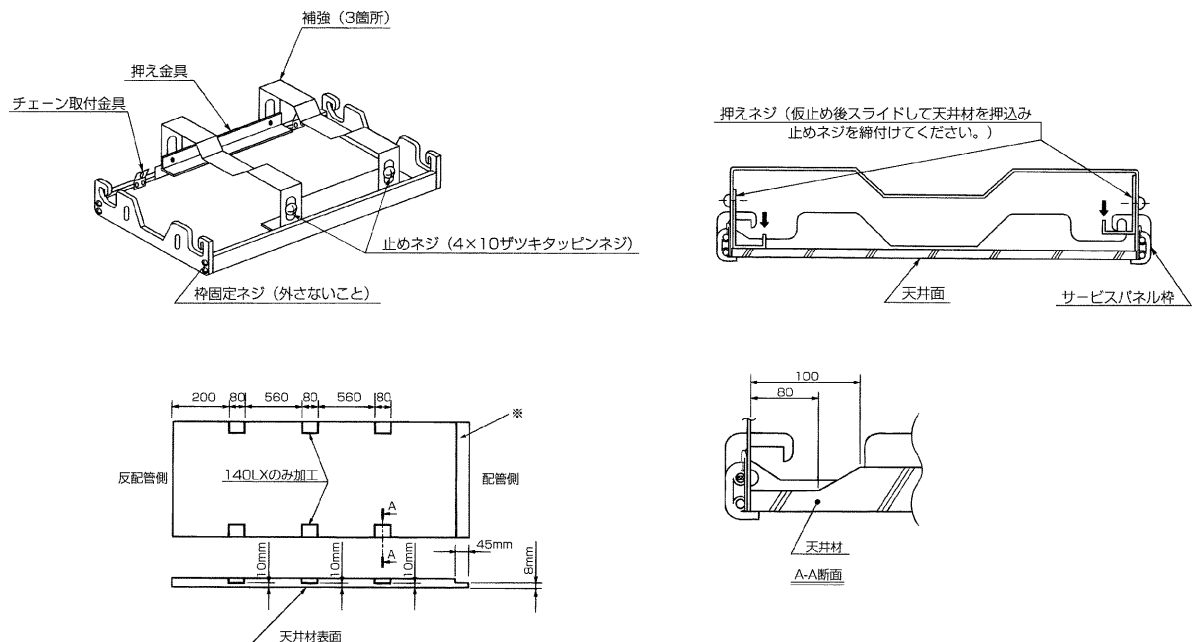

図17
- 1b 建材の厚さが10mmを超えますと、天井材を図17のように加工してください。但し、建材の質量は上表を参照してください。